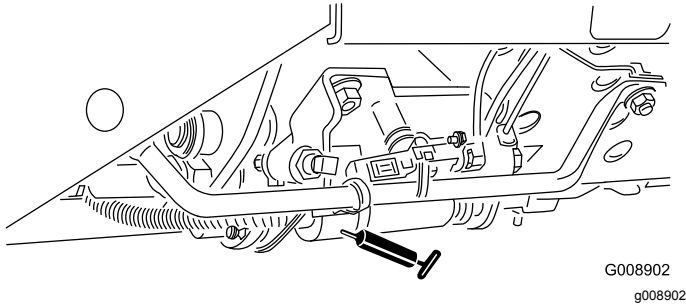

**Bild 40**
- Neutraleinstellungsmechanismus (Bild 40)